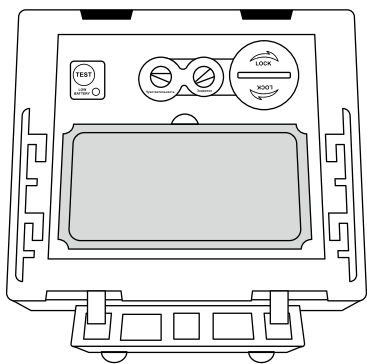

Рис.1
**Замена внешнего защитного стекла:** Снимите держатель фильтра, сдвинув крепления к центру (смотрите Рисунок 1) и поднимите держатель фильтра, чтобы заменить внешнее защитное стекло.
**Замена светофильтра:** Снимите держатель фильтра с корпуса маски (смотрите Рисунок 1). Затем согните верхний край держателя фильтра, чтобы можно было вытащить светофильтр из рамки. Установите в рамку новый светофильтр (смотрите Рисунок 2). Убедитесь, что светофильтр правильно установлен в держатель, как показано на рисунке и поставьте держатель фильтра в корпус маски.